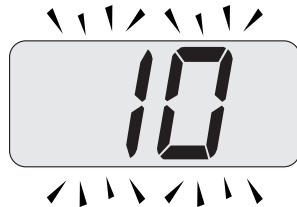

Figura 5.40
- Premere contemporaneamente i tasti 16 e 18 (Figura 5.37) fino a far apparire sul display LCD il valore del parametro 11 (10=60 secondi) (Figura 5.40).